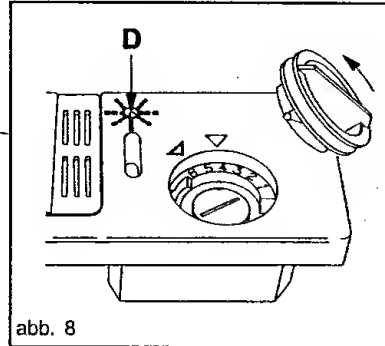

abb. 8
- Den Verschlußdeckel des Behälters eine 1/4 Umdrehung gegen den hurzeigersinn drehen und herausziehen (Abb. 8).